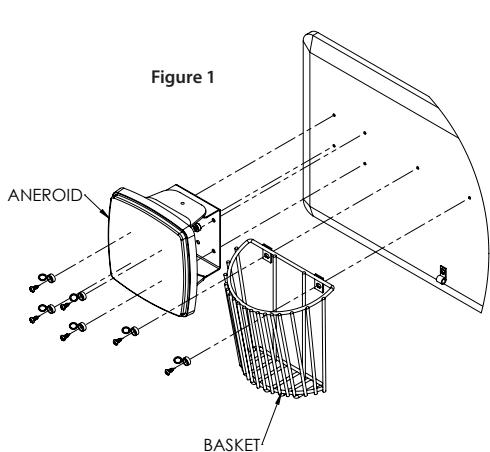

Figure 2
**Thermomètre prédictif** – Installer la plaque de montage de thermomètre à l'aide des vis de thermométrie prédictive fournies. Ne pas trop serrer. (Figure 2)